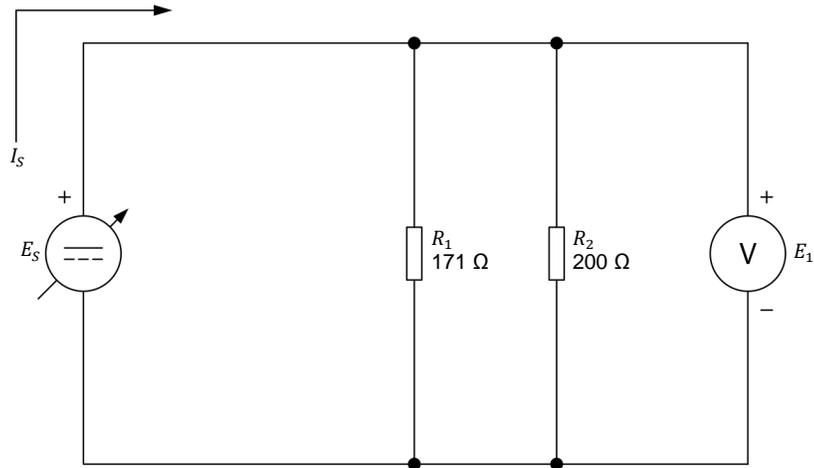

Figure 27. Mesurer la puissance dans un circuit avec des résistances en parallèle.
24. Montez le circuit montré dans la figure 27. Pour obtenir l'arrangement de résistances dans la figure 27, effectuez la ou les connexion(s) et réglage(s) des commutateurs nécessaire(s) sur le module *Charge résistive*.
Réglez un multimètre pour mesurer la tension cc et connectez-le aux bornes des résistances R_1 et R_2 , comme le montre la figure 27.